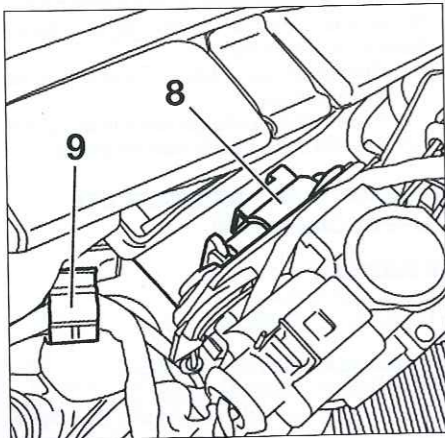

Fig. 45
- Desconectar el conector (8) y desmontar la grapa (9) (Fig.45).